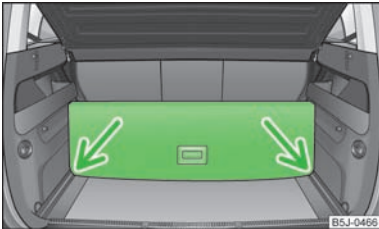

Abb. 47
- › Den Teil mit der Halterung anheben und diesen durch Einschieben in die mit Pfeilen gekennzeichneten Nuten sichern » Abb. 47.